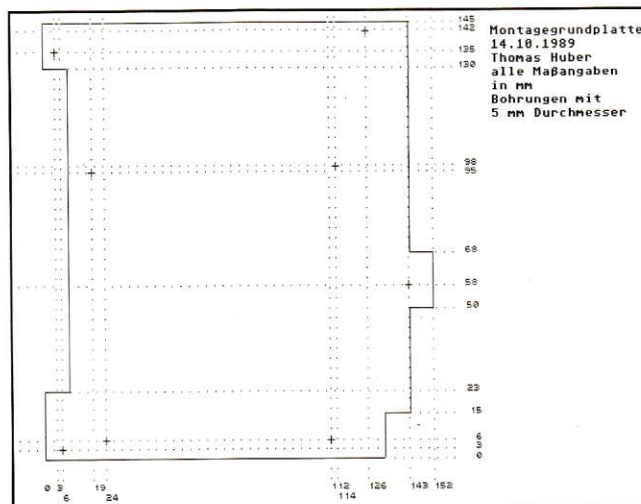

Bild 6: Montageplatte - nach diesem Plan muß die Kupferplatte zugeschnitten und gebohrt werden.
4. Man schneide und bohre sich nach der abgebildeten Vorlage, Bild 6, ein Träger-
blech (1 mm Messing ist mehr als ausreichend) für die SCSI-Platte und montiere die Platte in der MEGAFILE 44. Es ist empfehlenswert, zwischen den Rahmen der SCSI-Platte und das Blech Gummiringe zu legen. (Anstatt Gummiringen kann man auch zerschnittene Gummikabeldurchführungen verwenden.) Man befestige das Blech noch mit zwei Blechschrauben an den von ATARI vorgesehenen Stützen, und der Aufbau ist fertig. Die eingebaute Platte zeigt Bild 6. (Die anderen zwei Befestigungslöcher der Montageplatte werden von den Gehäuseschrauben der MEGAFILE belegt.) Man benötigt